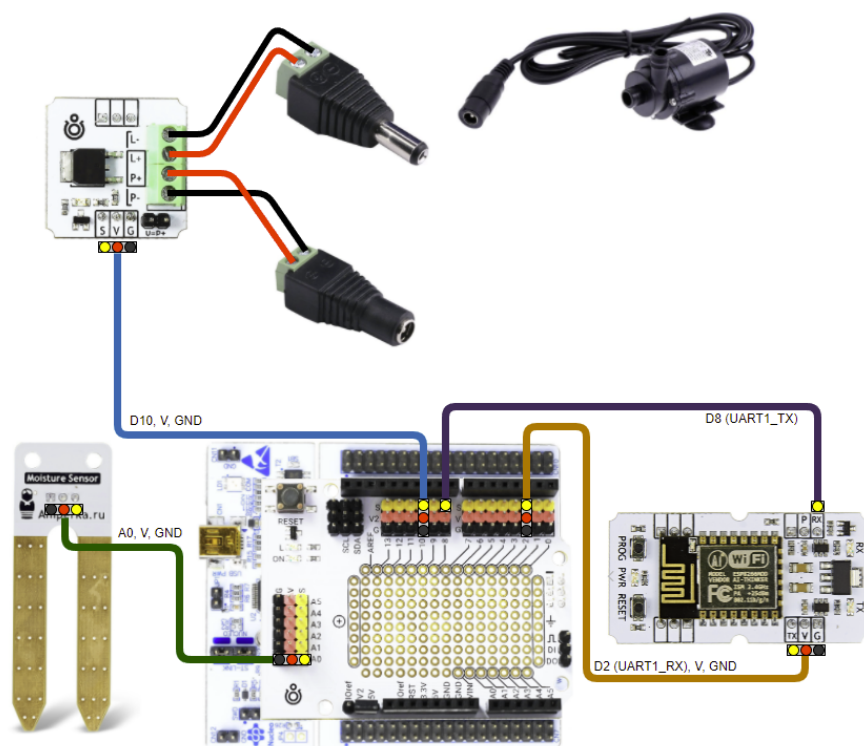

Рисунок 1 - Схема подключения оборудования
2. Выполнить подключение оборудования согласно схеме (рис. 1).